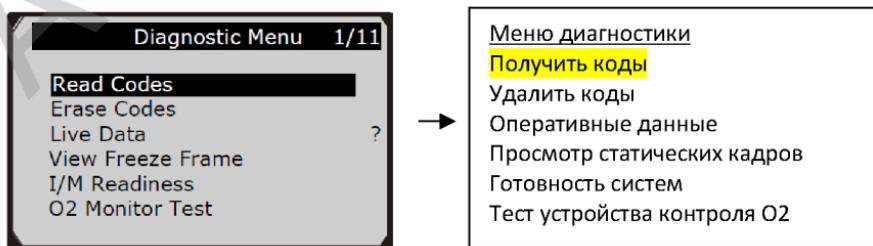

Рис. 5.4
счетчик кодов DTC, устройства контроля готовности) на экране (рис. 5.2). Ожидать несколько секунд или нажать любую кнопку в меню **Diagnostic Menu** (рис. 5.4).
- 1) Воспользоваться кнопками прокрутки UP/DOWN, чтобы выбрать режим **Erase Codes** в меню **Diagnostics Menu** и нажать кнопку **OK** (рис. 5.4).
- 1) Для просмотра оперативных данных следует воспользоваться кнопками прокрутки **UP/DOWN**, чтобы выбрать **Live Data** в меню **Diagnostic Menu** и нажать кнопку **OK** (рис. 5.4).